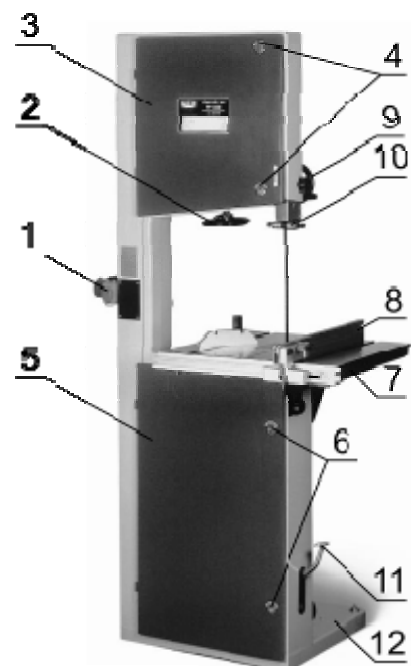

Рисунок 2.
3.4. Краткое описание конструкции оборудования (рис. 2.).